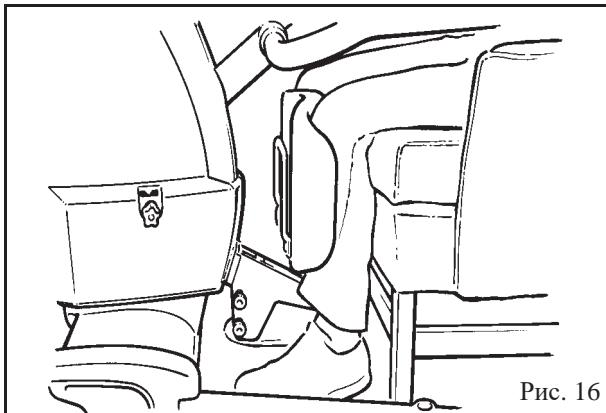

Рис. 16
6. Осторожно подтолкните подъемник ближе, чтобы обеспечить полный контакт голеней с опорой Proactive Pad (см. рис. 16).